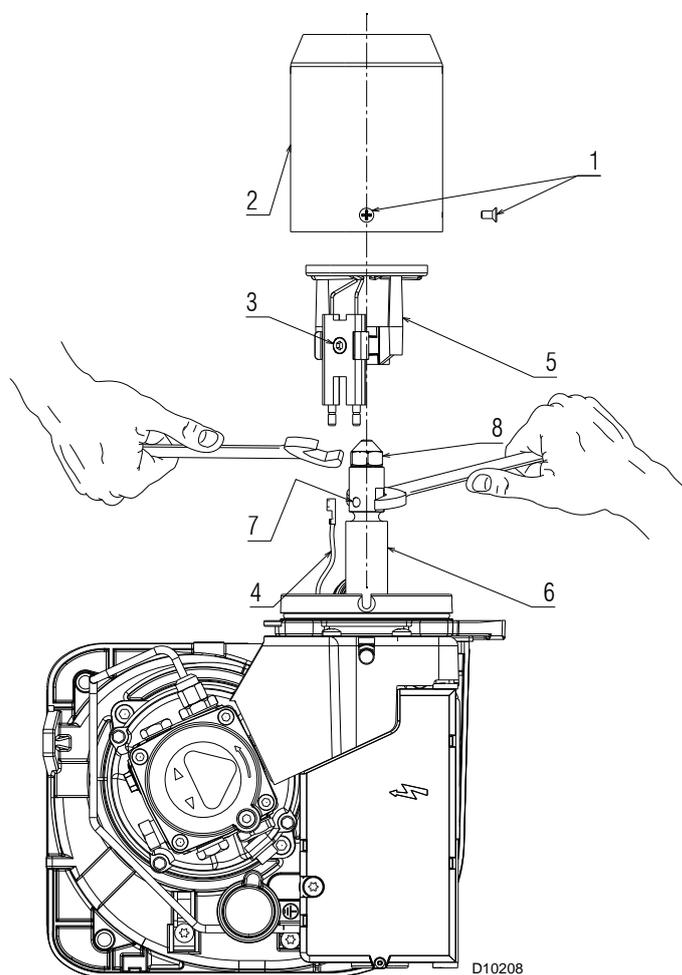

Fig. 11
- Dévisser les 3 vis 1) (Fig. 11) sur le collier et retirer l'embout 2);
Faire attention de positionner la vis 3) (Fig. 11) sur le siège 7).